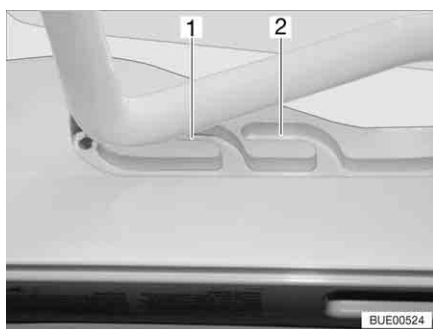

Fig. 20 Oblò inclinabile in posizione di ricircolo d'aria
È possibile portare l'oblò inclinabile in due posizioni di ricircolo d'aria: Posizione brutto tempo (Fig. 20,1) e posizione centrale (Fig. 20,2).
- Premere la staffa leggermente verso l'alto e spingerla nella guida selezionata (Fig. 20,1 o 2).